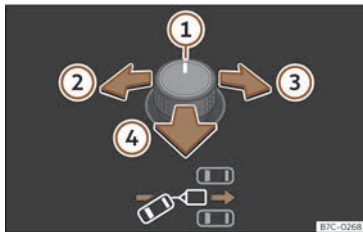
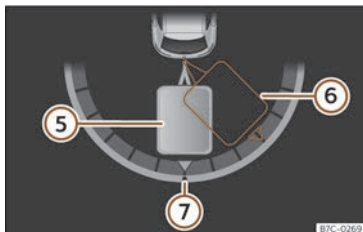

Fig. 187 Commande rotative des rétroviseurs extérieurs : régler l'angle de la remorque.
Fig. 188 Écran du combiné d'instruments : passer en marche arrière
Légende de la fig. 187, >>> fig. 188 :
- Faites basculer la commande rotative jusqu'à la direction voulue >>> fig. 187. L'écran du combiné d'instruments affiche à titre d'information une représentation de l'ensemble du véhicule tracteur et de la remorque dans sa position actuelle >>> fig. 188.